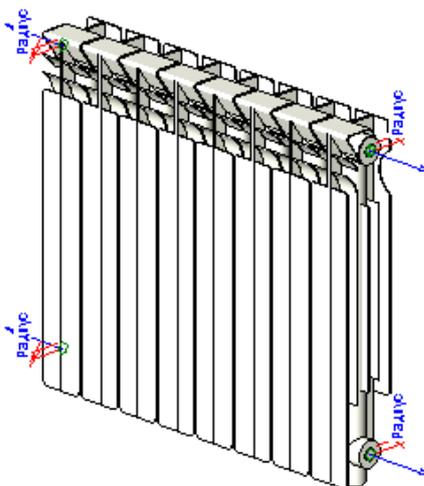

Рисунок 5.16 Внешний вид модели радиатора
1. Во вкладке «Системы» выбрать раздел «Оборудование» -> «Загрузить семейство» и открыть заранее загруженное на ПК семейство радиаторов или выбрать его из стандартных семейств. В данном примере используются алюминиевые радиаторы (рисунок 5.16).